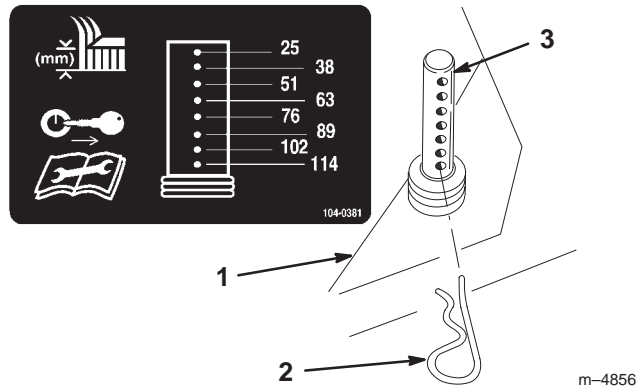

Bild 33
12. Wählen Sie das Loch im Schnitthöhen-Einstellpfosten, das der von Ihnen gewünschten Schnitthöhe entspricht. Heben Sie die Seite und Vorderseite hoch, um die Löcher auszufluchten und den Splint einzustecken (Bild 33).